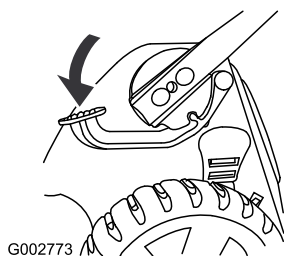

Рисунок 52
1. Нажмите на педаль и удерживайте ее в нажатом положении (Рисунок 52).